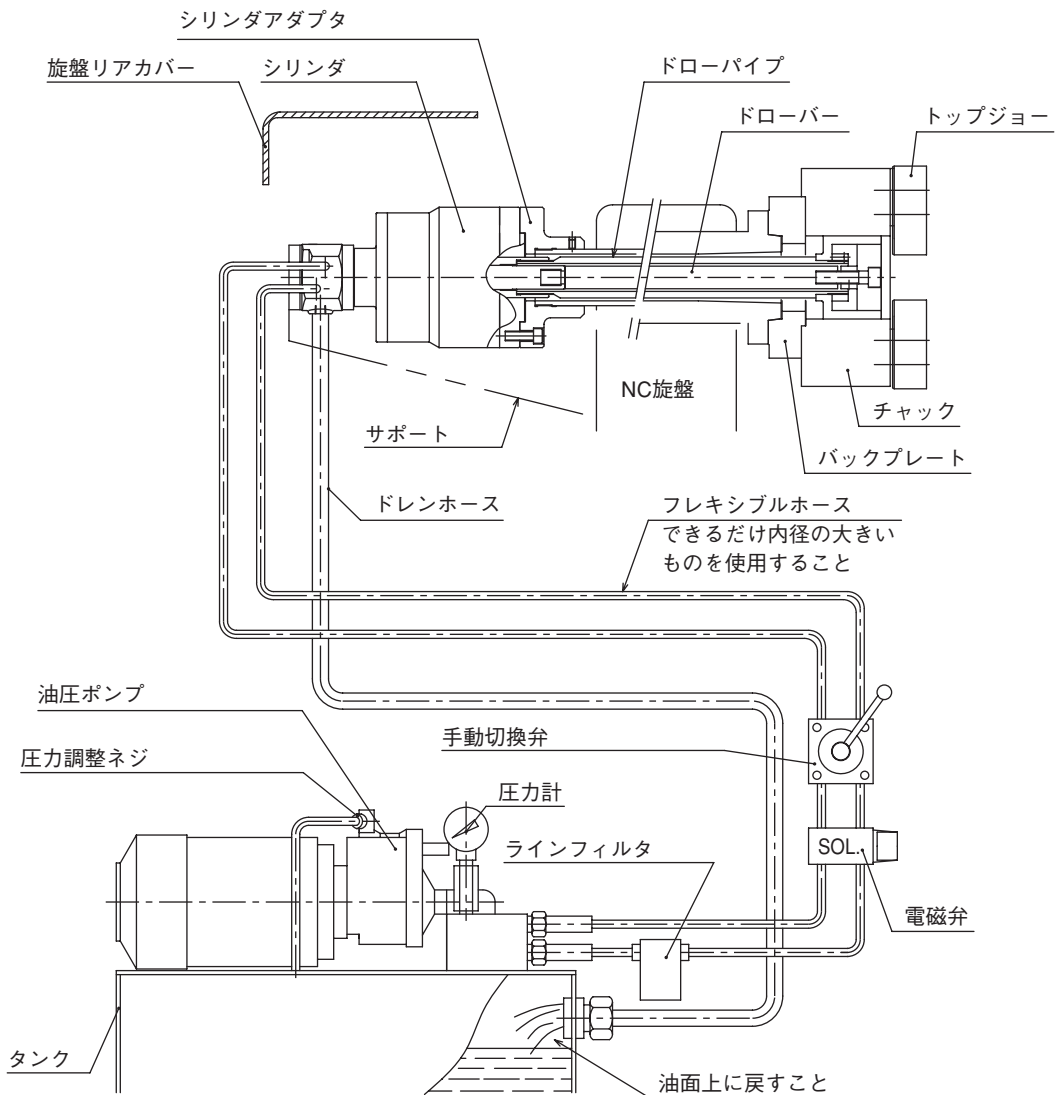

図 15
- ・ドレンは必ず油圧ユニットの油面上に戻すこと。（図15参照）